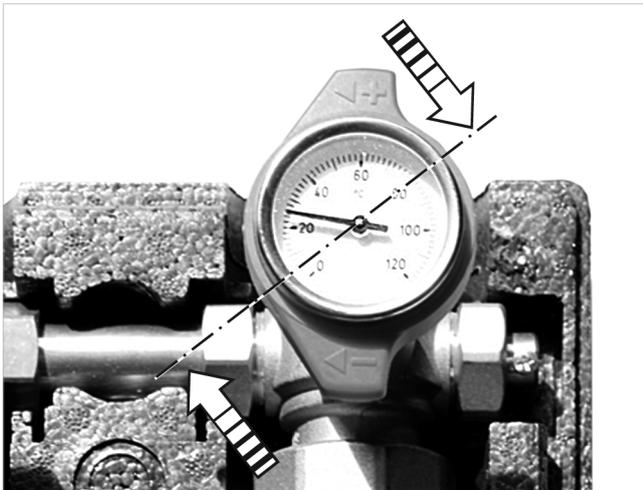

Abb. 10: Kugelhahn mit integriertem Thermometer
- Bei 45°-Schrägstellung des Kugelhahn-Handgriffes (gestrichelte Linie in → Abb. 10) ist die Schwerkraftbremse geöffnet.